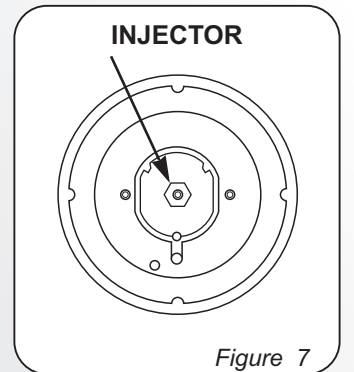

Figure 7
- Umieścić klucz sześciokątny (7 mm) we wsporniku palnika (Rysunek 7)